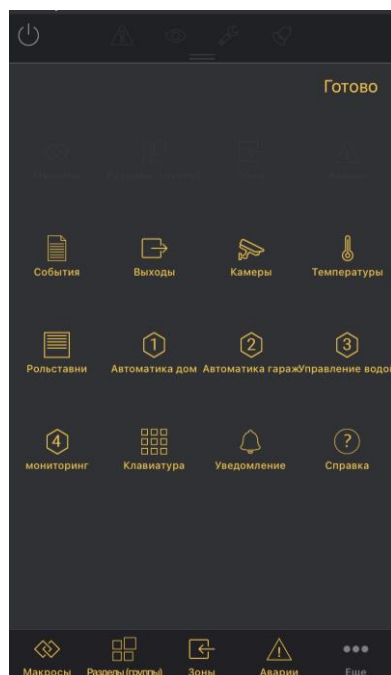

Рис. 12. Приложение INTEGRA CONTROL. Редактирование полосы ярлыков.
2. Коснитесь «Править». Изменится режим отображения списка доступных экранов (рис. 12).